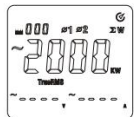

Figura 7-8
- Operarea de măsurare a locațiilor fazei 1 și 2 este aceeași ca și în sistemul trifazat cu patru fire. După cum se arată în Figura 7-8, puterea activă totală trifazată poate fi afișată apăsând tasta SELECT după declanșarea locației fazei 3 pentru măsurare.